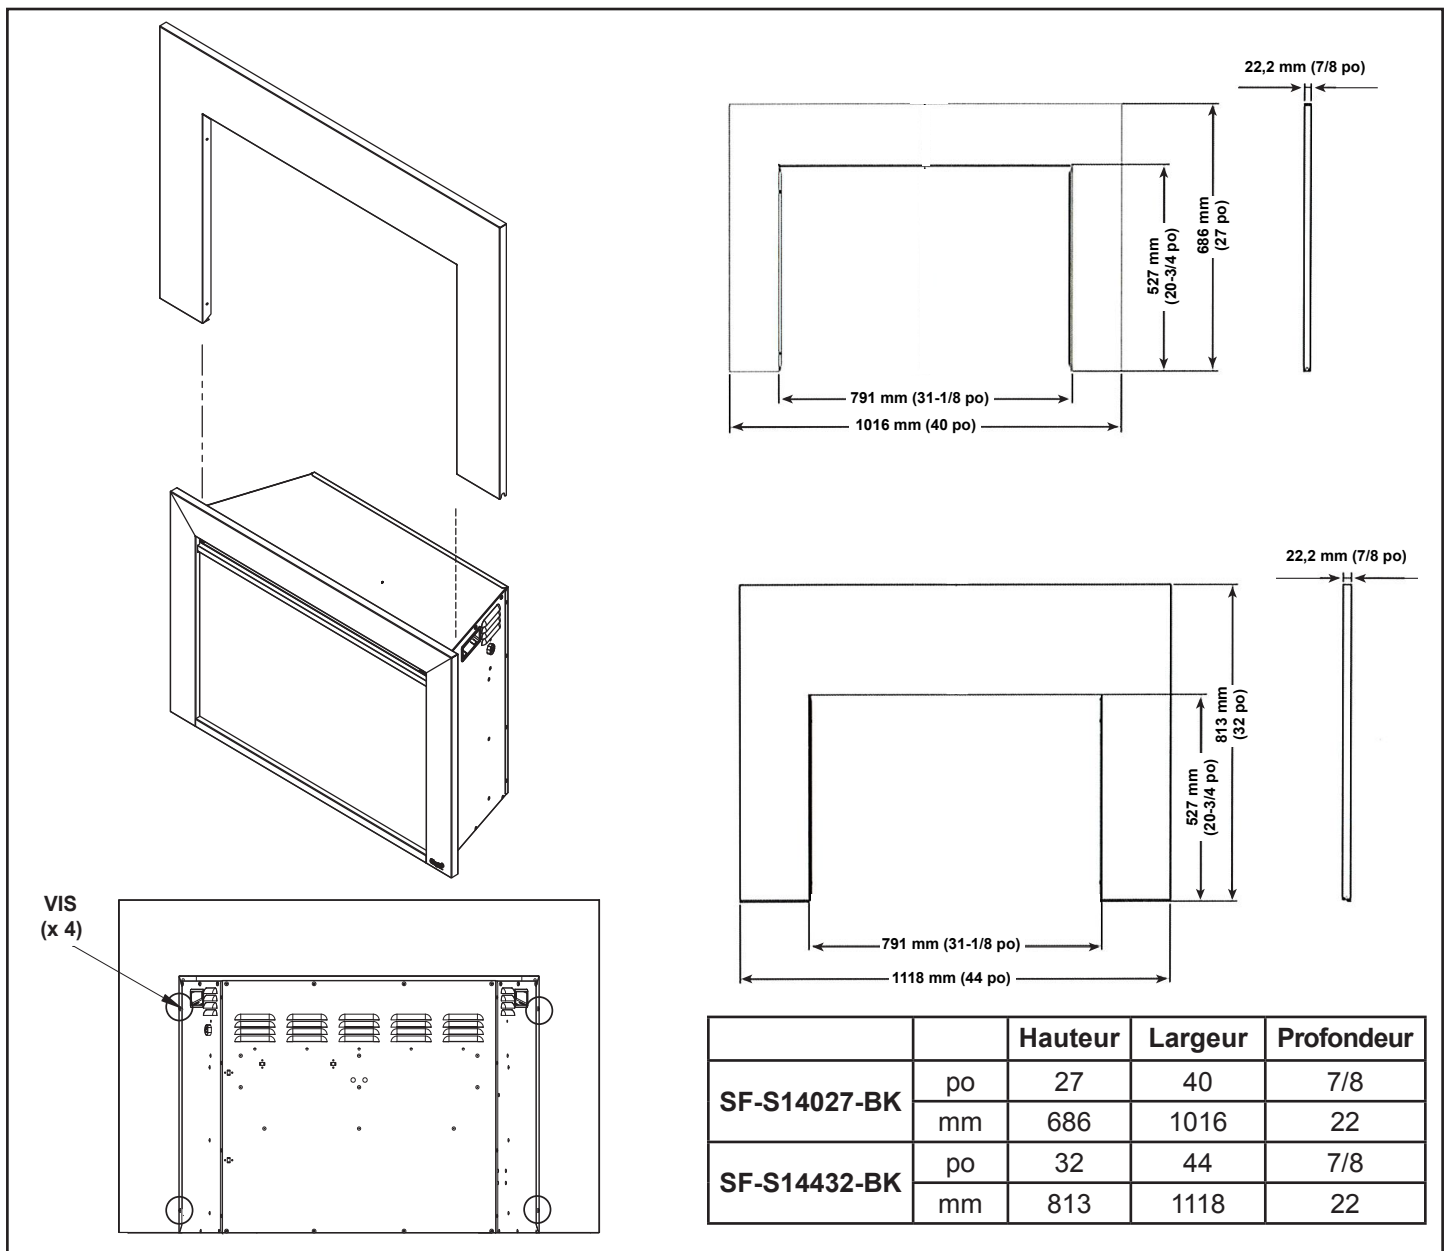

Figure 4.4 Dimensions et installation de l'encadrement
4. Localisez l'encadrement sur l'appareil, comme illustré à la Figure 4.4 et fixez-le à l'appareil à l'aide des quatre vis que vous avez retirées à l'étape 3.
Vérifiez que l'encadrement est bien fixé à l'appareil. Voir la figure 4.4.